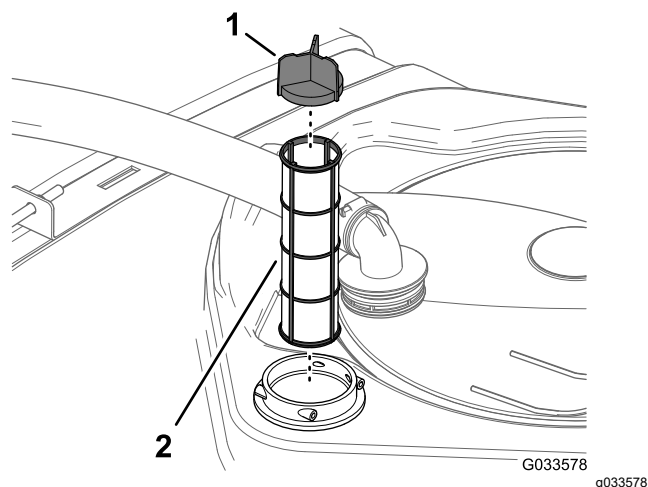

Figura 29
4. Retire o filtro de rede da sucção da estrutura do filtro no depósito (Figura 29).